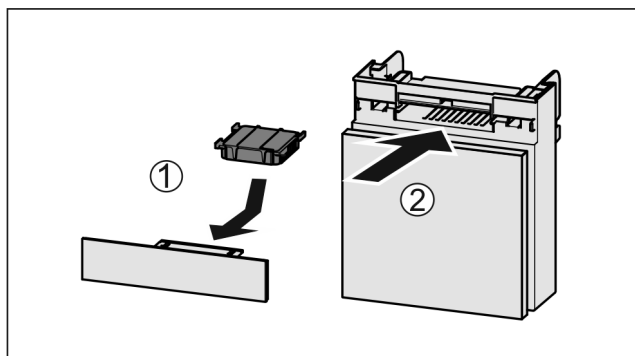

Fig. 40
- ▶ Filtr s aktivním uhlím vložte podle vyobrazení Fig. 40 (1).
- ▶ Zásuvku zasuňte Fig. 40 (2).